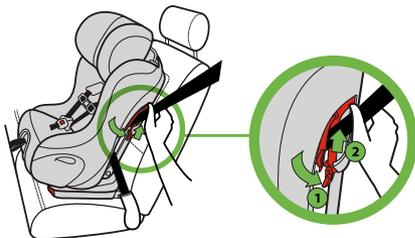

Figure 77
- Lors de l'utilisation d'une ceinture baudrier/sous-abdominale : tout en maintenant la ceinture du véhicule serrée, verrouillez le dispositif de blocage pour l'orientation vers l'avant, tel qu'illustré dans la **Figure 77**.